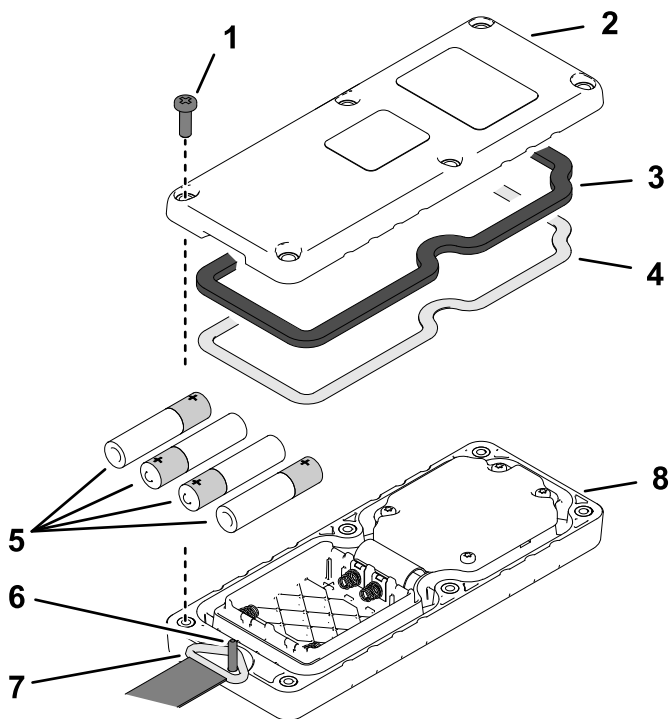

Figura 52
1. Retire os 6 parafusos que fixam as metades da tampa do comando remoto em conjunto, e retire a tampa traseira (Figura 52).
4. Certifique-se de que a junta de aço e o vedante de borracha estão encaixados no canal na metade da cobertura e alinhe a parte de trás da cobertura com a parte da frente (Figura 52).
5. Alinhe o anel do cordão sobre o pino de cordão (Figura 52).
6. Monte a cobertura traseira na cobertura frontal com seis parafusos (Figura 52).